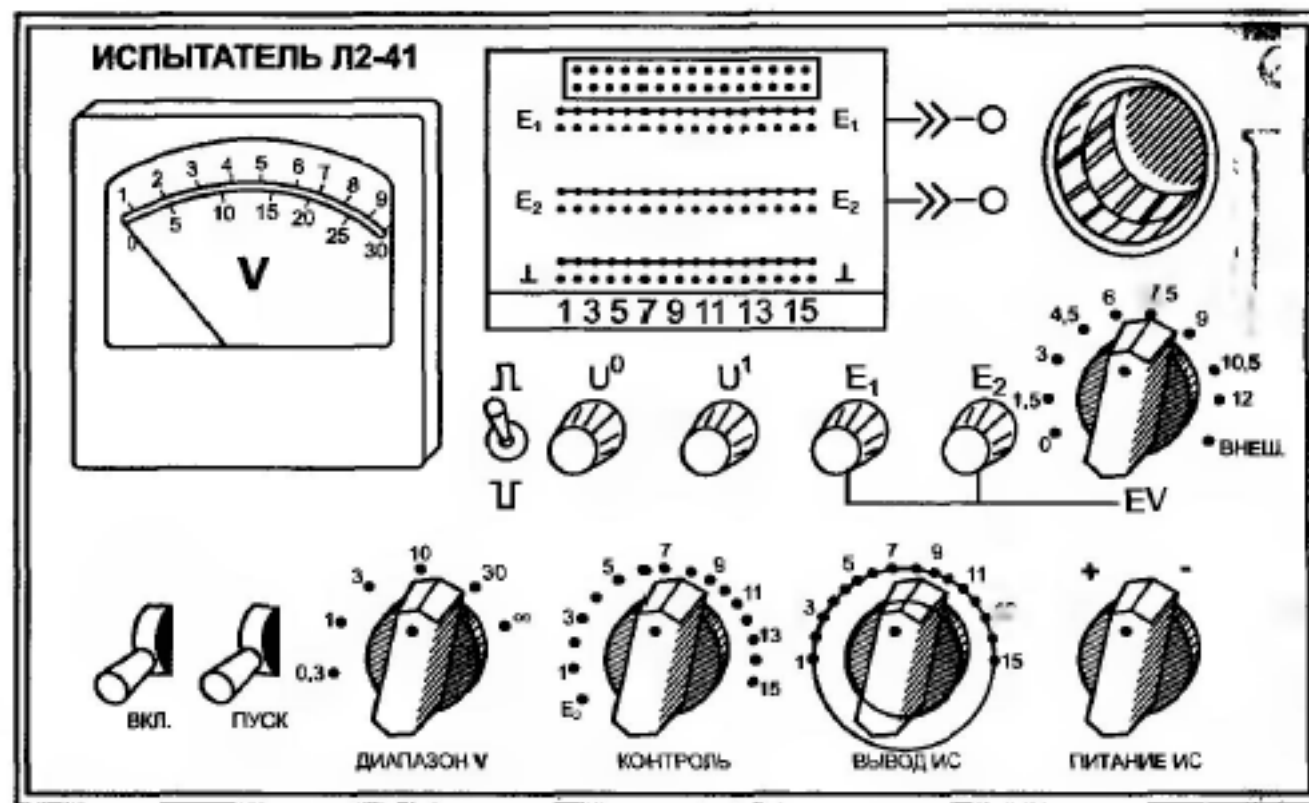

Рис. 8.4. Лицевая панель прибора Л2-41
8.6. Определить по изображению лицевой панели прибора Л2-41 (рис. 8.4) диапазон установки напряжения питания  $E_1$ .